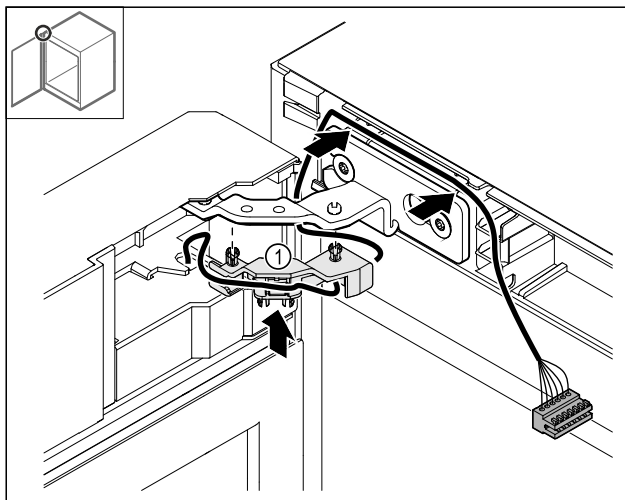

Fig. 44
- ▶ Presionar el soporte del cable Fig. 44 (1) en la bisagra.